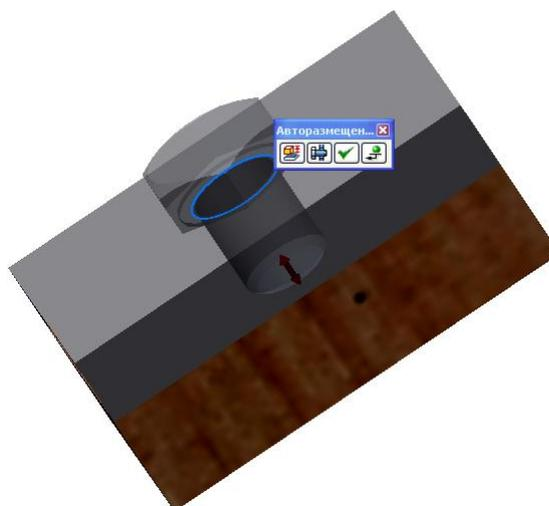

Рис. 57. Позиционирование болта относительно верхней кромки отверстия
2. Выберите болт «Болт А ГОСТ 7798–70». После закрытия окна переместите болт к отверстию так, чтобы подсветилась верхняя кромка отверстия. Диаметр болта примет размеры, соответствующие размеру отверстия – 12 мм (рис. 57).